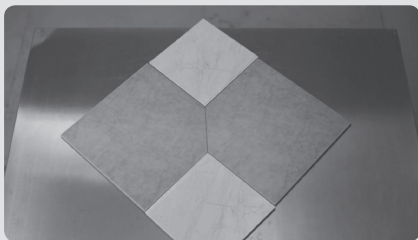

Abb. 3
- Die Mini-Kreissäge kann zusammen mit der Gehrungsplatte (muss dazugekauft werden, Bestellnummer in Tabelle 2) benutzt werden und dadurch können Gehrungsschnitte in Holz oder Fliesen ausgeführt werden, wobei die Säge zwischen den Leisten der Gehrungsplatte geführt und mit dem Arm der Gehrungswinkel eingestellt wird (siehe Abb. 3).